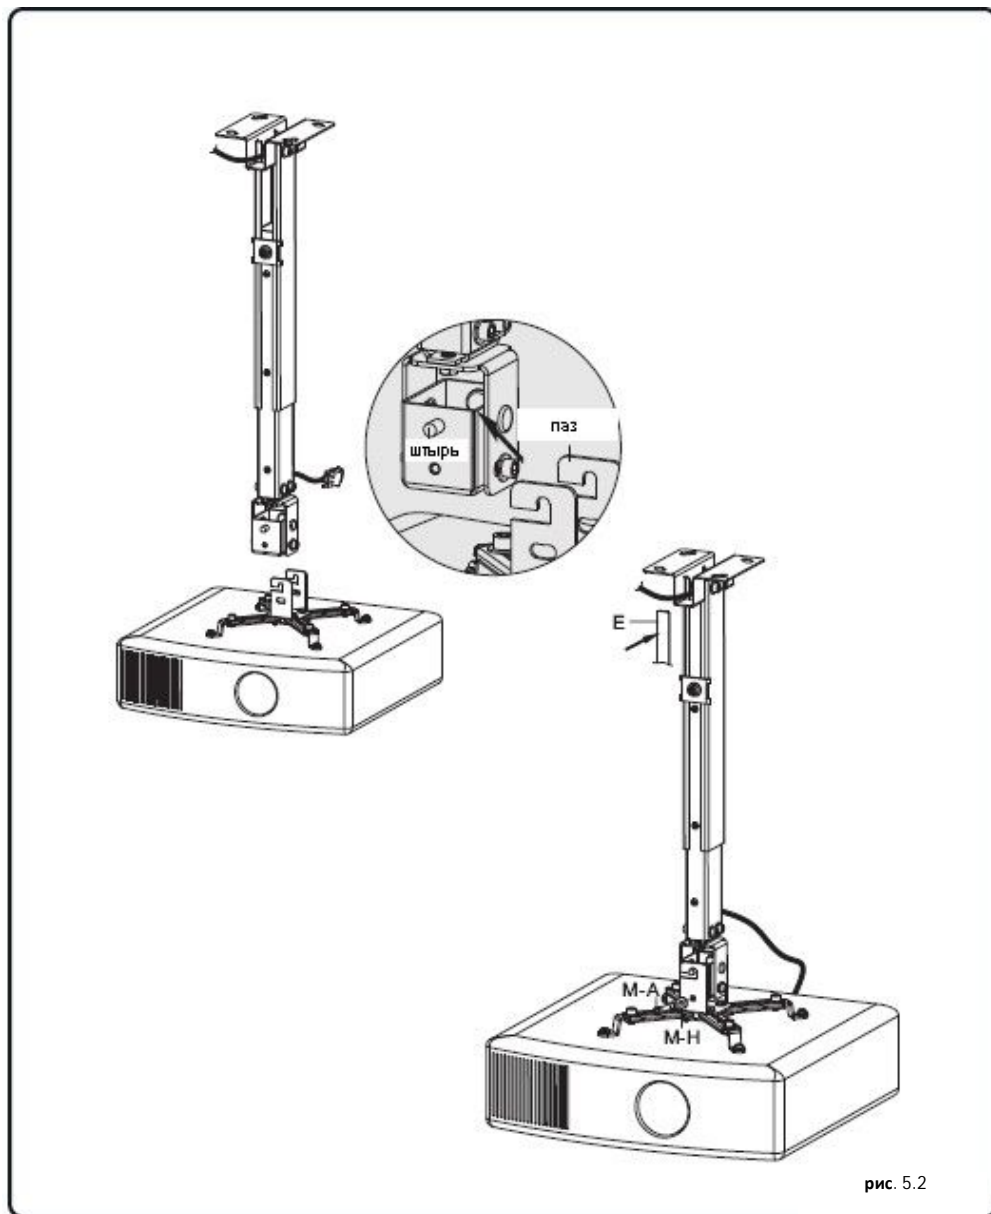

рис. 5.2
- Насадить пазы переходного кронштейна на штыри шарнирного кронштейна и закрепить двумя винтами (M-A) с двумя шайбами (M-H), как показано на рис. 5.2.
- Отрезать пластину закрытия кабеля на длину выступа наружного корпуса. Завести пластину закрытия кабеля в отверстие, как показано на рис. 5.2.